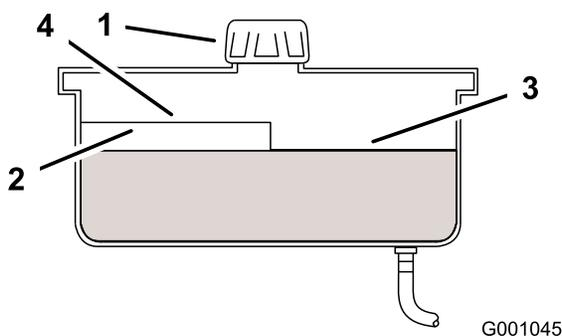

Figura 46
4. Limpie alrededor del cuello de llenado y el tapón del depósito de aceite hidráulico (Figura 46).
5. Retire el tapón del cuello de llenado. Mire dentro para comprobar el nivel de aceite en el depósito. (Figura 46).
Nota: El nivel de aceite debe llegar a la parte superior del nivel caliente del tabique cuando el aceite está caliente (Figura 46).